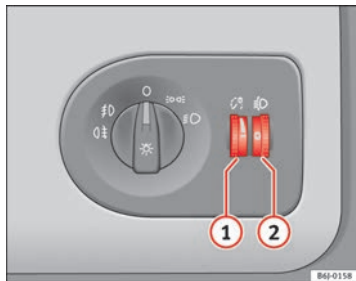

Fig. 56 Plancia porta-strumenti: regolatori dell'intensità di illuminazione degli strumenti e degli interruttori e regolatore assetto fari
Quando le luci sono accese è possibile regolare l'intensità di illuminazione degli strumenti e degli interruttori servendosi della rotella zigrinata ⇒ fig. 56 ①.